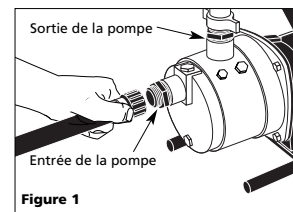

Figure 1
tionneront parfaitement pour les tuyaux d'arrivée et de sortie. (Rappel : réduire la longueur de tuyau et le nombre de raccords.) Un adaptateur de boyau d'arrosage est inclus (voir la figure 1).
- Raccorder le tuyau de sortie ou le boyau à la pompe. La connexion de sortie est conçue pour un filetage NPT de 1 po (2,54 cm). Un tuyau rigide tel que de PVC ou un boyau de jardinage peut servir. Un adaptateur pour le filetage du boyau de jardinage est inclus (figure 1).
- Raccorder le tuyau d'arrivée ou le boyau à la pompe. Un adaptateur pour le filetage du boyau de jardinage est inclus (figure 1).